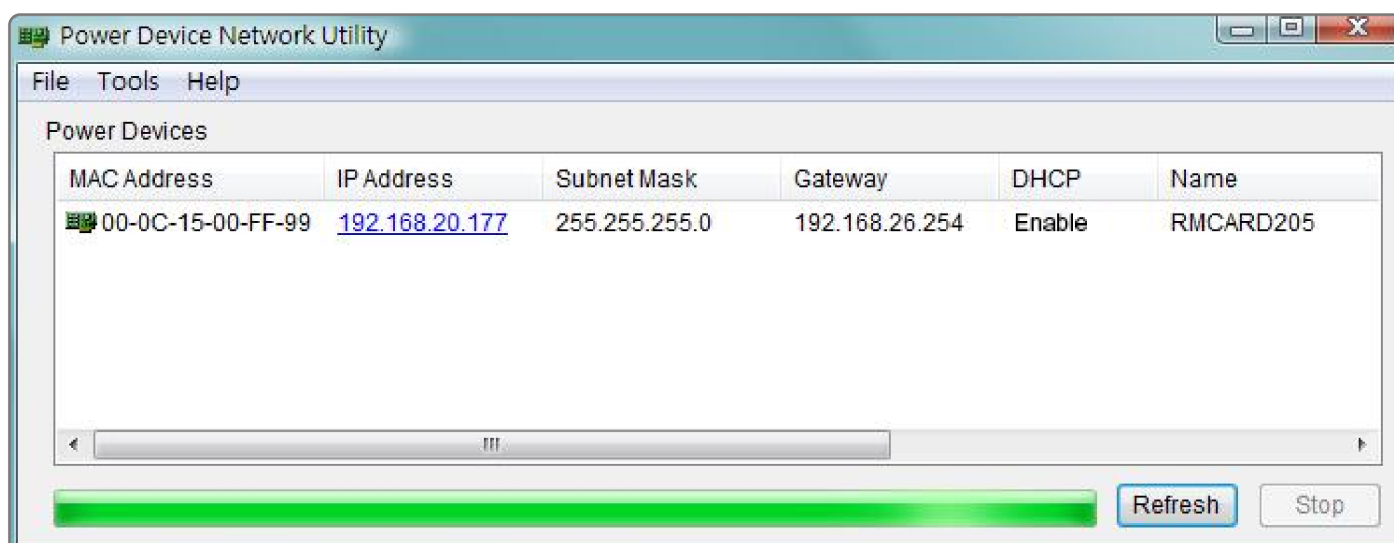

Figure 1. Fenêtre principale du programme Utilitaire réseau d'équipement électrique.
3. La fenêtre principale du programme Utilitaire réseau d'équipement électrique est présentée dans la figure 1. L'outil de configuration affiche tous les équipements de gestion à distance CyberPower présents sur le sous-réseau local. Le bouton Actualiser sert à chercher à nouveau le sous-réseau local.